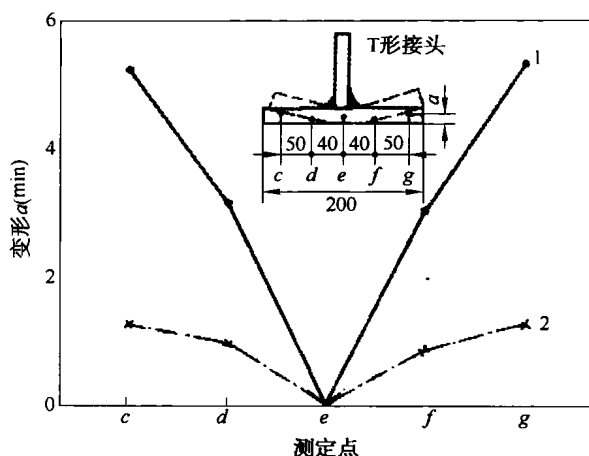

图 1-7 CO_2 气体保护焊与手工电弧焊的变形比较
3) 焊接变形小 因为 CO_2 气体保护焊的电流密度高、电弧热量集中, 并且 CO_2 气体有冷却的作用, 受热的面积相对较小, 所以焊后工件的变形就小, 如图 1-7 所示, 特别是焊接薄板时可以减少矫正变形的工作量。